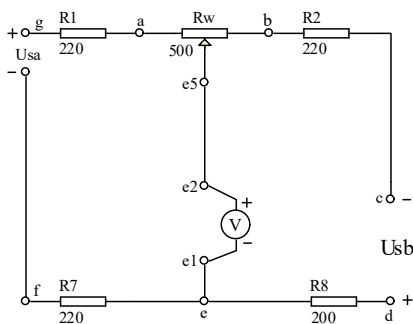

图 4 用电压表判断等电位
2) 方法二：用电压表（毫伏表）进行判断，见图 4 电路，短接发光管 D5、D6 后，把电压表接到 e1 与 e2 两点，观察这条支路有无电压，如果电压表还有点指示，说明这两点电位还不完全相等，再细调电位器 R_w 使电压表指示为 0，这时 e 与 e5 点就是等电位。